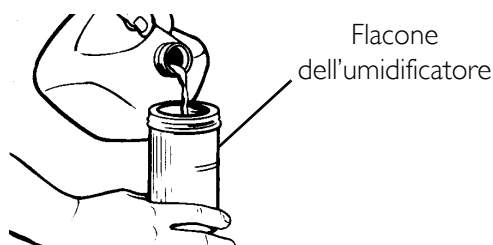
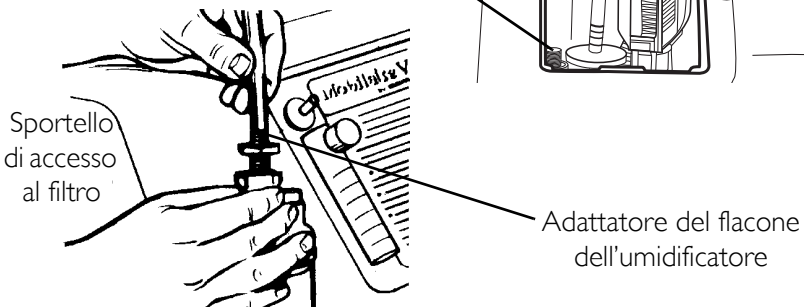

FIGURA 5.1 Riempimento dell'umidificatore
FIGURA 5.3 Collegamento dell'adattatore del flacone dell'umidificatore
NOTA: Per questa procedura, fare riferimento alla FIGURA 5.1 a pagina 86, FIGURA 5.2 a pagina 86, FIGURA 5.3 a pagina 87 e FIGURA 5.4 a pagina 88.
3. Rimuovere lo sportello di accesso al filtro situato sul lato del concentratore. Inserire un cacciavite a testa piatta nella scanalatura della piastra situata sul bordo superiore dello sportello di accesso al filtro e aprire con delicatezza lo sportello. Vedere DETTAGLIO "A" nella FIGURA 5.3.
4. L'adattatore dell'umidificatore si trova vicino al filtro di entrata. Tirare verso l'alto e rimuovere l'adattatore del flacone dell'umidificatore. Vedere Dettaglio "B" nella FIGURA 5.3.
5. Collegarlo all'umidificatore ruotando in senso antiorario il dado ad alette del flacone fino a fissarlo saldamente. Vedere Dettaglio "C" nella FIGURA 5.3.